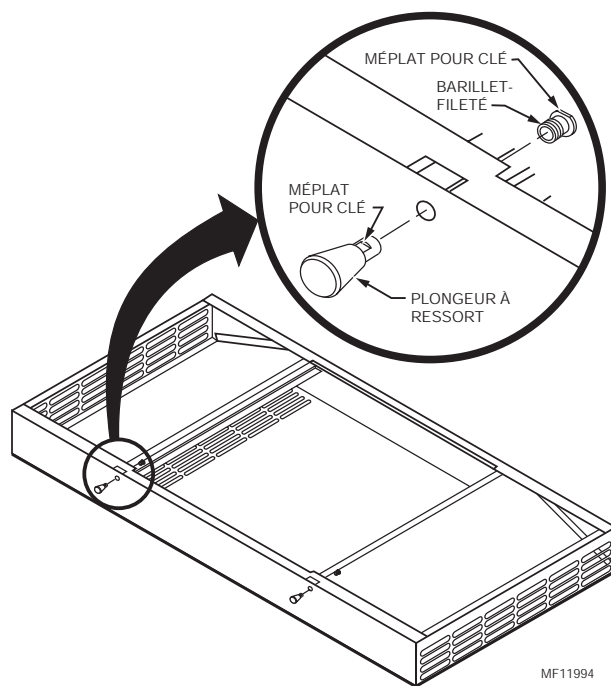

Fig. 6. Montage du couvercle.
- Tirer le verrou vers l'arrière et faire tourner d'un quart de tour pour dégager le pan de manœuvre du verrou (voir la Fig. 6).